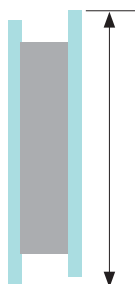

fig. 3
- Un chevauchement sur la largeur du vitrage est accepté s'il n'excède pas 1,5 mm (voir figure 3 ci-dessous).;